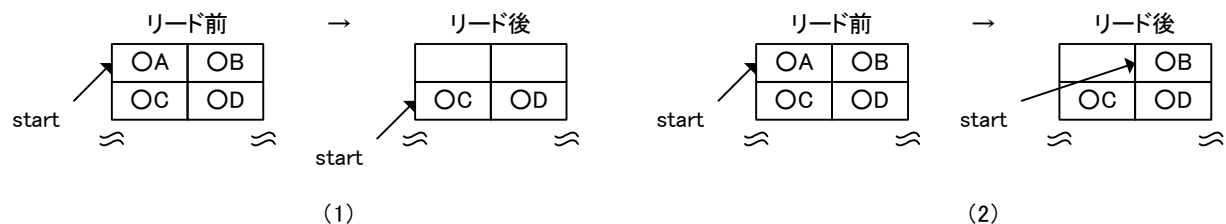

Figure A2.6.24 FIFO リード処理（正常動作）
バイト境界が無い状態からのワード読み出しの様子を Figure A2.6.24 の (1) に示します。アクセス毎にデータ A, B → データ C, D と読み出されます。また、バイト読み出しの様子を Figure A2.6.24 の (2) に示します。アクセス毎にデータ A → データ B → データ C → データ D と読み出されます。以上は正常な読み出し動作です。